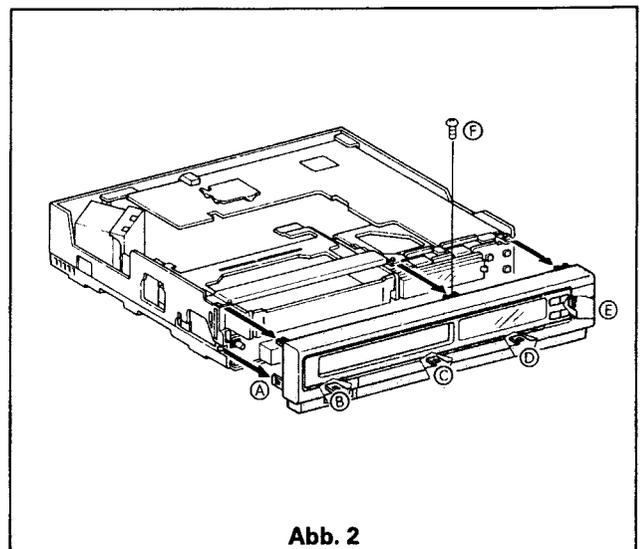

Abb. 2
1. Entfernen Sie die Schrauben (F). Siehe Abb. 2.
2. Entfernen Sie die 5 Klammern (A), (B), (C), (D) und (E) wie in Abb. 2 und entfernen Sie die Vorderseite in Pfeilrichtung.